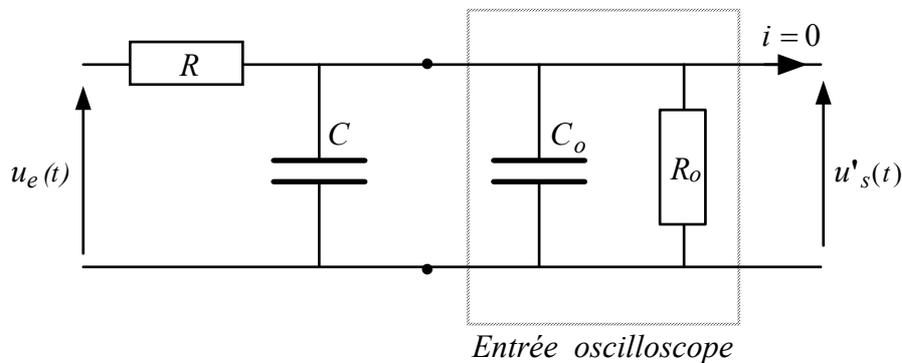

Figure 4
La tension de sortie  $u_s$  précédente est « appliquée » à l'entrée d'un oscilloscope, par l'intermédiaire d'un câble coaxial supposé idéal. L'impédance d'entrée de l'oscilloscope est caractérisée par le groupement parallèle  $R_o, C_o$ . La tension d'entrée  $u_e$  est maintenue ( $u_e(t) = U_{e,m} \cos \omega t$ ) et  $u'_s$  est la tension de sortie aux bornes du résistor  $R_o$  (figure 4).
- avec  $A$  et  $B$  constantes. Exprimer  $A$  et  $B$  à l'aide des données de la figure 4.